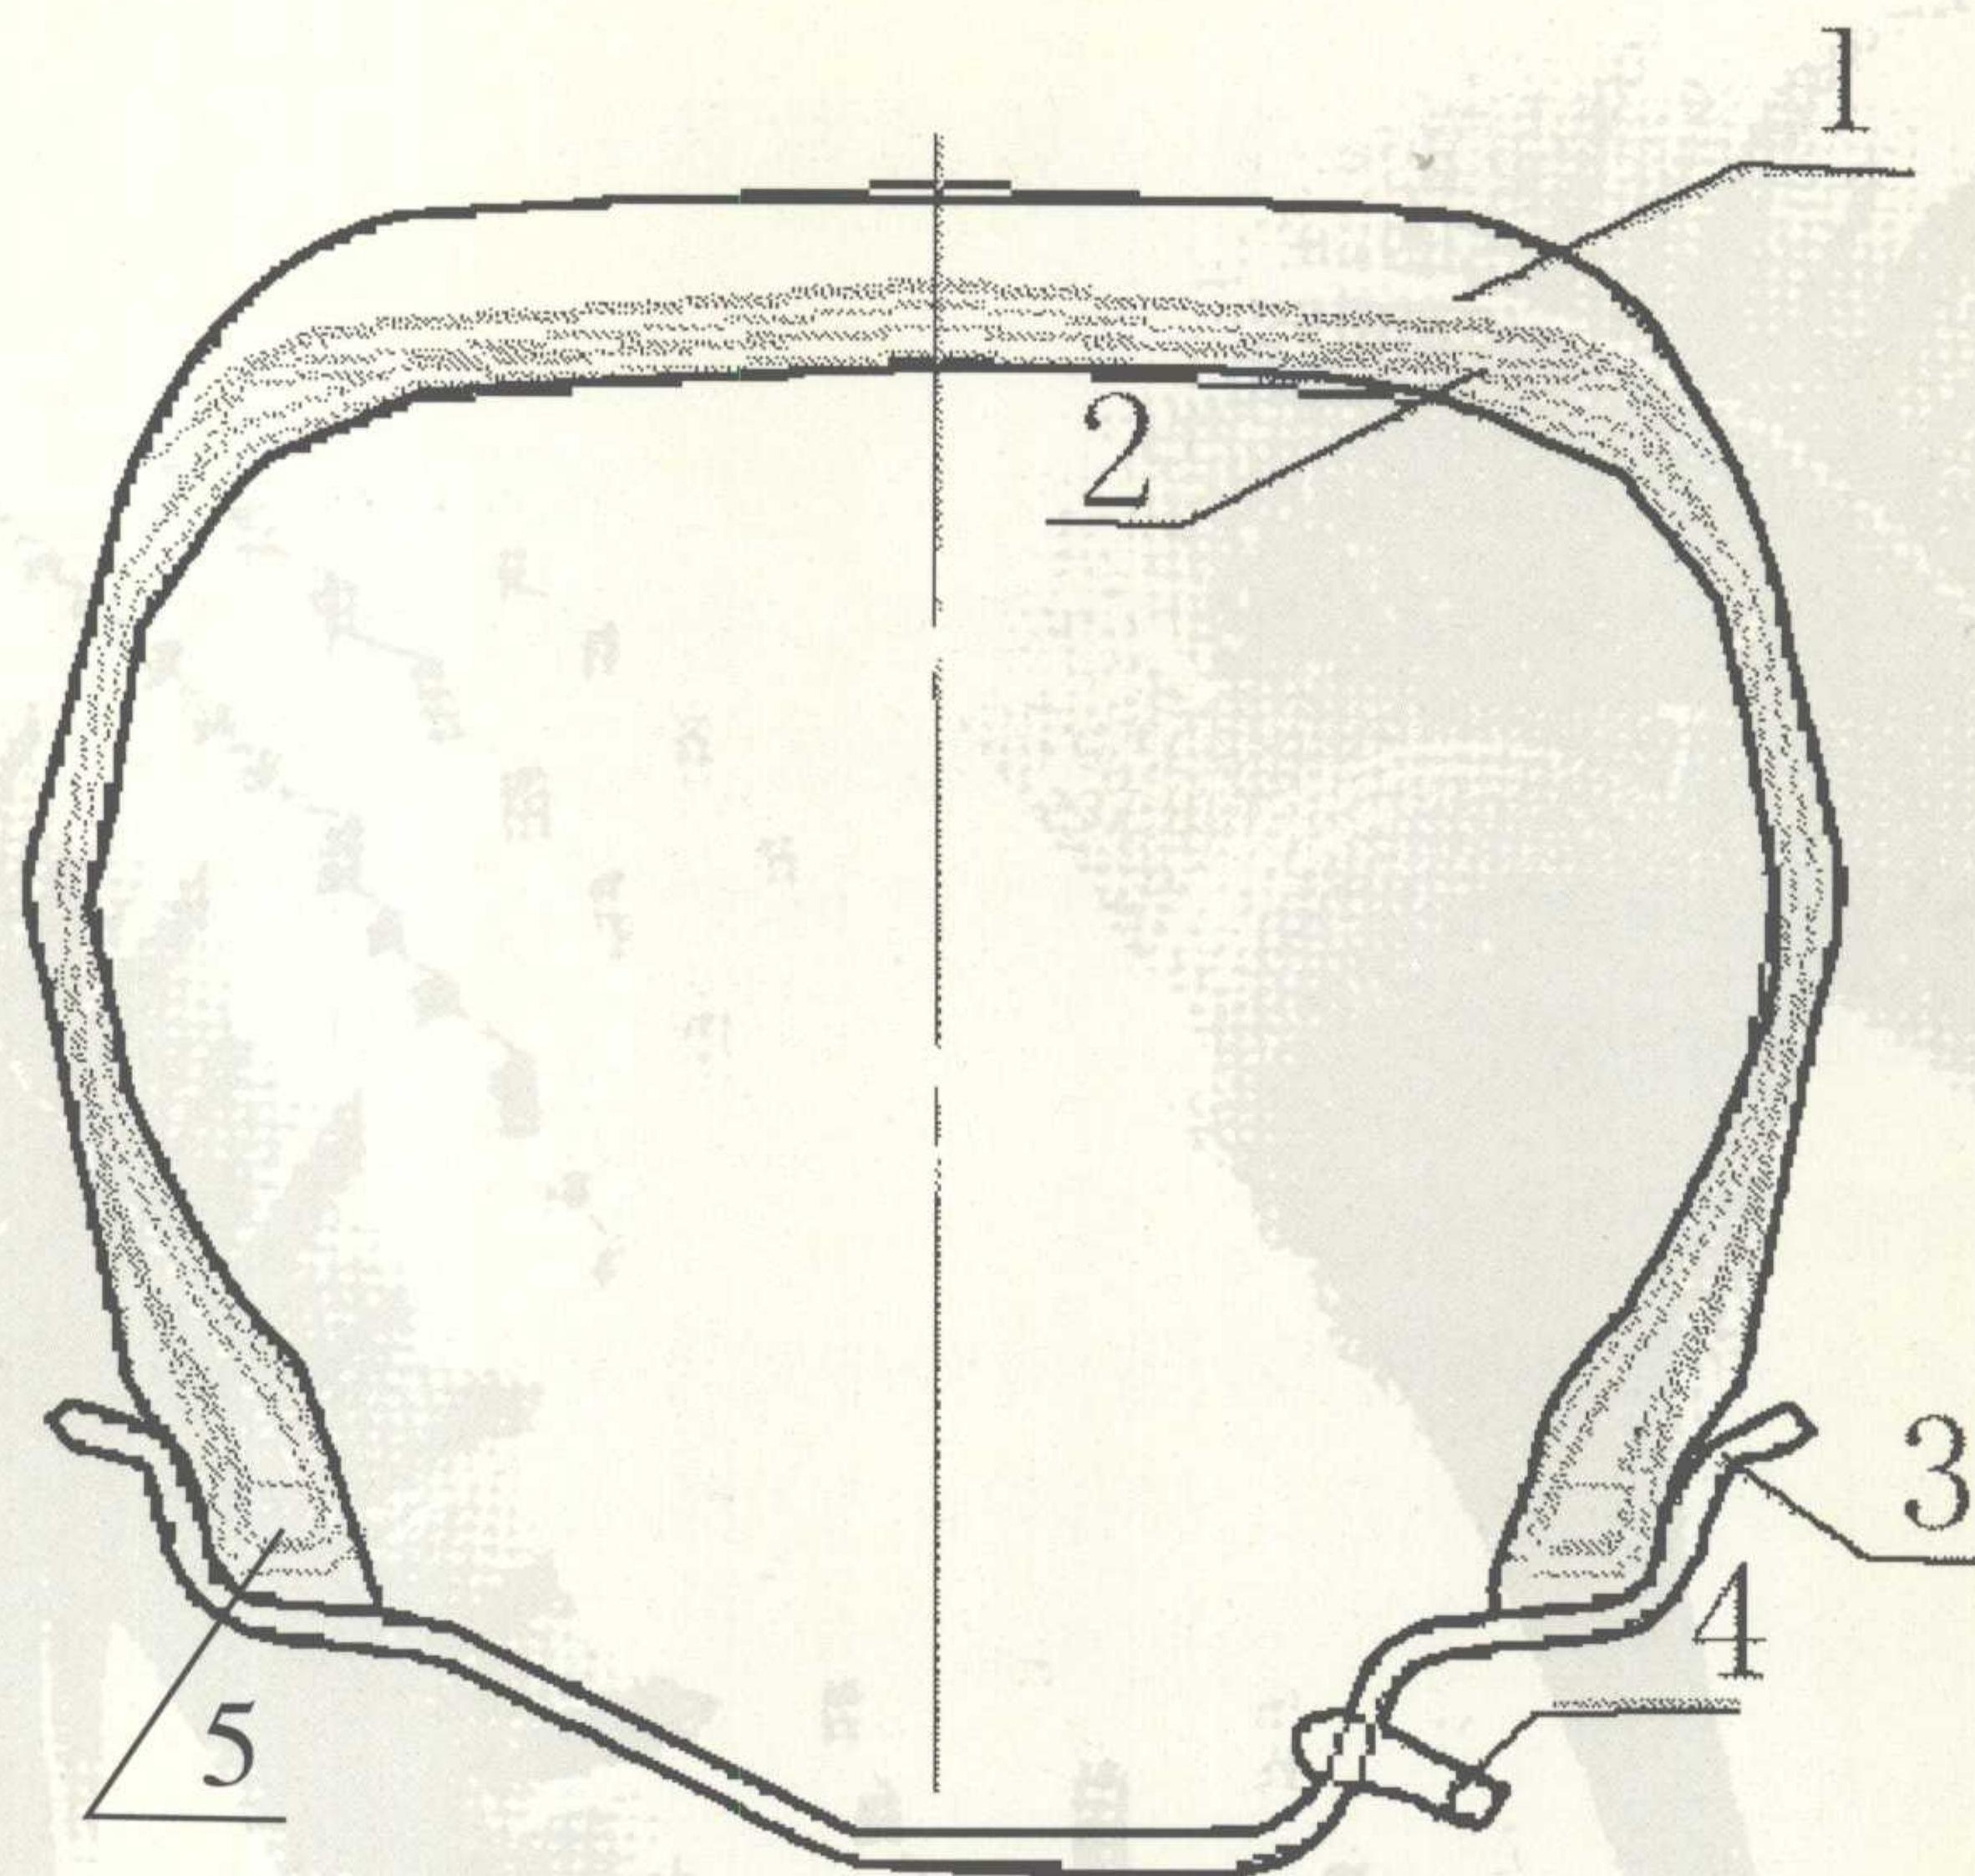

图 1-1-2 无内胎轮胎与轮辋组合图
2. 结构：无内胎轮胎内壁上有一层气密层，能起到密封的作用，它不需要内胎，一般安装在深槽轮辋上使用，因此不用垫带。具体构造见图1-1-2。